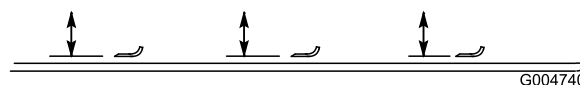

Bild 91
2. Drehen Sie die Schnittmesser, bis die Enden nach vorne und hinten zeigen (Bild 91). Messen Sie von der Innenseite des Mähwerks bis zur Schnittkante an der Vorderseite des Messers. Merken Sie sich dieses Maß.